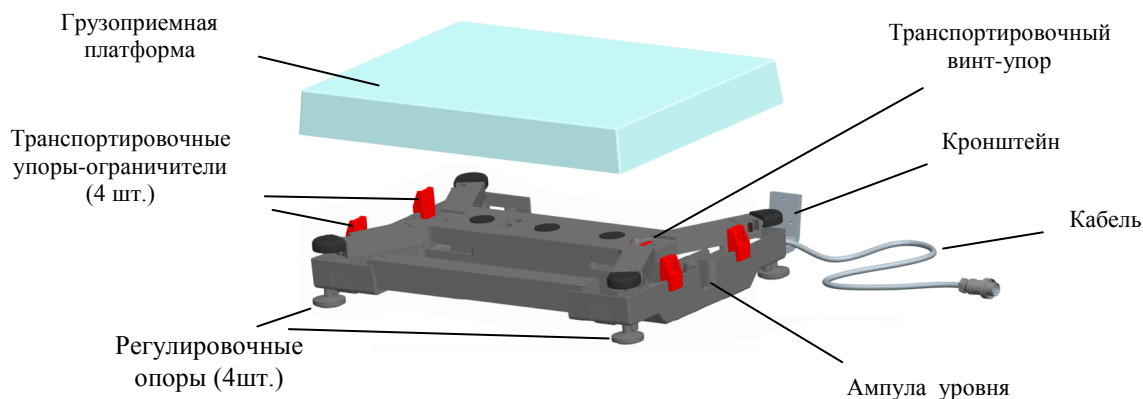

Рис. 3.1 - Модуль взвешивающий
3.1 Снять с модуля взвешивающего весов грузоприемную платформу и удалить транспортировочные упоры-ограничители (Рис. 3.1).